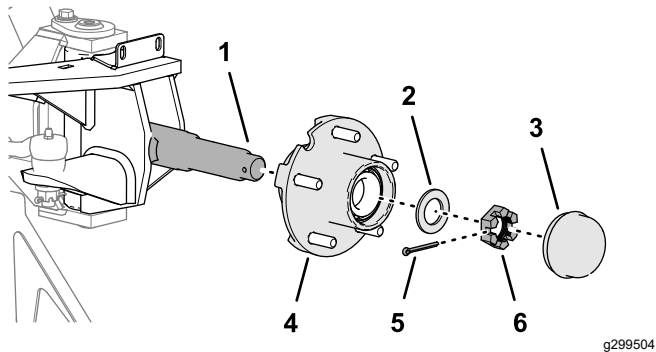

Figura 13
1. Alinee el cubo con la mangueta y deslice el cubo con cuidado sobre la mangueta (Figura 13).
2. Monte la arandela de empuje y la tuerca de seguridad (1") en la mangueta (Figura 13).
6. Sujete la tuerca de seguridad a la rótula con la chaveta (Figura 13).